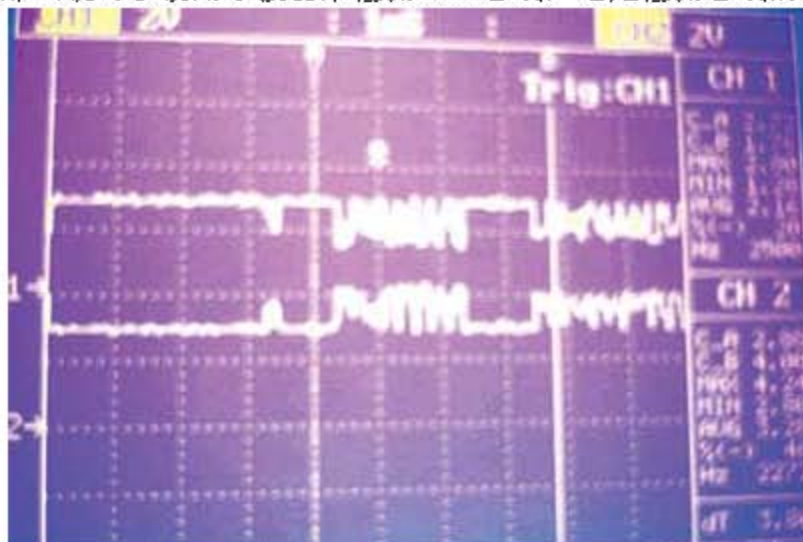

图 3
- 4). 从示波器的显示(图 3)可以看出, CAN 总线的通讯正常, 但转动转向盘时波形无变化, 这说明无数据信号传递。接下来检查传感器 G85, 但 G85 无法直接检测, 所以只能利用故障诊断仪读取数据流。从 CAN 总线数据流(图 4)可以看出, CAN 数据通讯的数值为 1(1 为正常, 0 为 CAN 通讯故障), 而 G85 显示“内部状态不正常”。从以上检查可以看出, 线路没有问题, 因此可以确定是 G85 损坏。